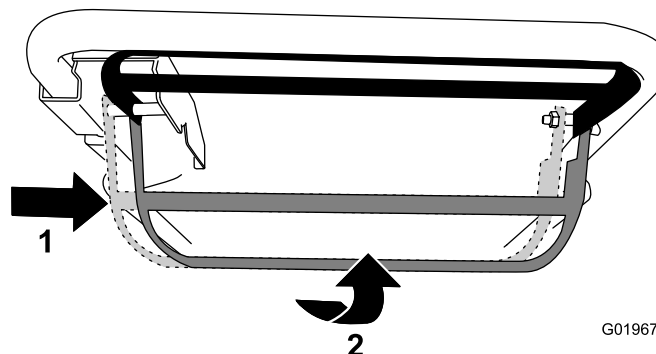

Figure 19
- Pour utiliser l'autopropulsion et engager la lame, poussez la barre de commande complètement à droite et relevez-la contre le guidon (Figure 19).